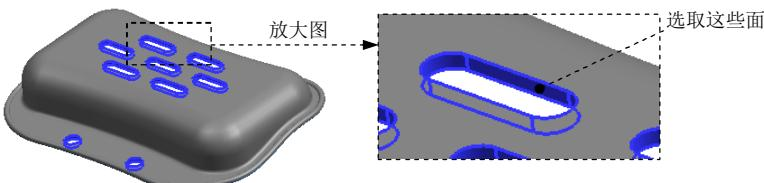
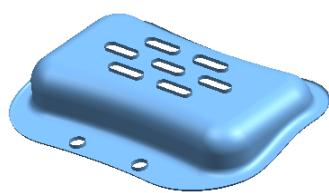

图 1.29 定义抽取对象
图 1.30 创建抽取特征 2
Step2. 创建抽取特征。选择下拉菜单 **插入(S) → 关联复制(A) → [抽取几何体(E)...]** 命令，系统弹出“抽取几何体”对话框；在**类型**下拉列表中选择 **面(F)** 选项，在**面选项**后的下拉列表中选择 **单个面** 选项；在**设置**区域中选中 固定于当前时间戳记 和 隐藏原先的 复选框，其他参数采用系统默认设置值；选取如图 1.29 所示的所有破孔侧面（共 30 个面）为抽取对象；单击 **确定** 按钮，完成抽取特征 2 的创建，如图 1.30 所示。